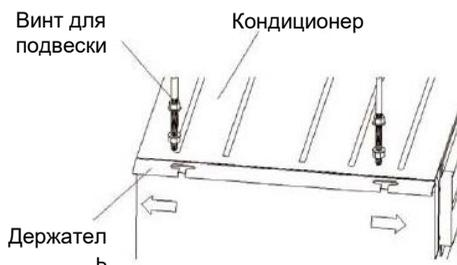

Рис. 4
- 2) Установите внутренний блок на подвесной винт, как показано на рис. 4.